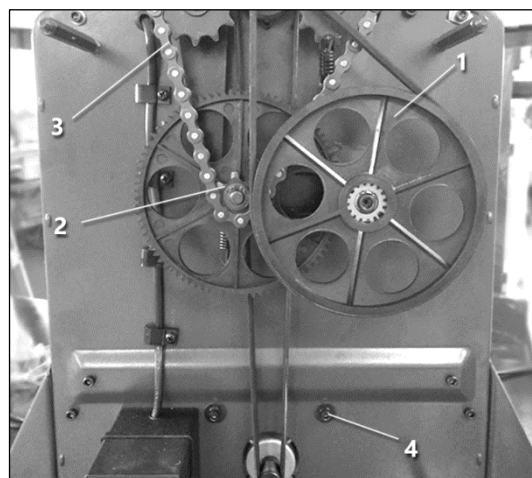

Рисунок 13.
- Снимите шкив 1, звездочку 2 и цепь 3 (рис. 13). Используйте кольцесъёмник.